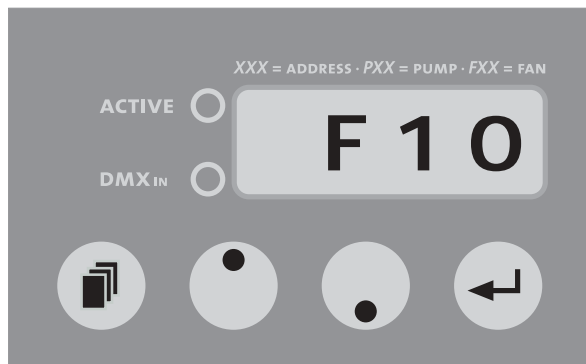

Fig. 2: Etat de l'afficheur pendant le réglage du débit du ventilateur (Fan)
- c) Appuyez à présent à nouveau sur la touche de mode [14], jusqu'à ce qu'un F (fan) suivi de deux chiffres apparaissent sur l'afficheur [17] (cf. fig. 2).
- a) Pressez le bouton de mode [14] sur le panneau de commande, jusqu'à ce qu'un F (fan) suivi de deux chiffres apparaisse sur l'afficheur [17] (cf. fig. 2).